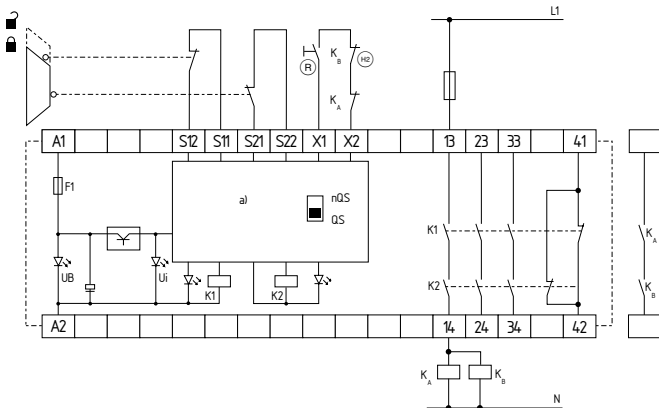

图4
双通道控制，图示为一个带两个位置开关的防护门监控回路，其中一个强制断开；带外部复位按钮 (R) (见图4)
- (H) = 反馈回路